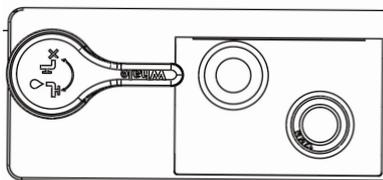

Fig. 35A Valvola scolo - posizione chiusa
- Fase uno:** Per il funzionamento iniziale o per riempire l'impianto dopo averlo scolato controllare che la valvola di scolo sia chiusa (vedere la Fig 35A), quindi riempire l'impianto con acqua pulita e fresca.